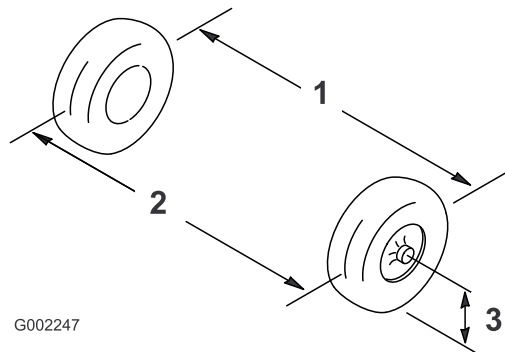

Figure 83
2. Mesurez la distance entre les roues avant à hauteur d'essieu, à l'avant et à l'arrière des roues (Figure 83).